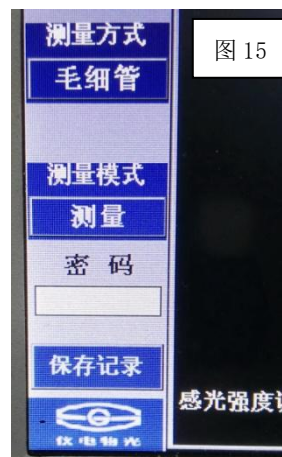

图 15
4. 显示屏的左下角，将会显示一个密码框（如图 15）。用户必须输入正确的校正密码才能进入校正模式。